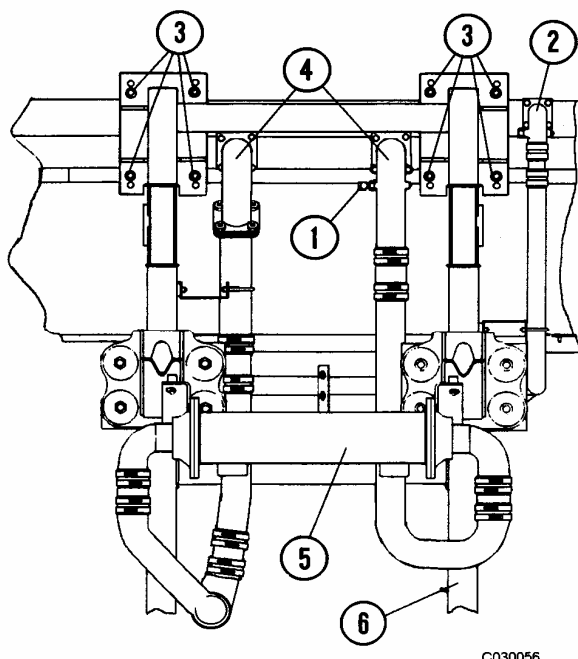

FIGURA 3-3 TUBERÍA DEL RADIADOR, VISTA INFERIOR
6. Saque los codos de salida (2, Figura 3-3) y (4) en los estanques inferiores. Tape todas las líneas del refrigerante para evitar la contaminación.
11. Retire el accesorio de montaje del radiador (4, Figura 3-3) que asegura el radiador y el sub-bastidor del módulo de potencia.
- Instale los codos de salida (2, Figura 3-3) y (4) con las mangueras inferiores del radiador y las líneas empaquetaduras nuevas.